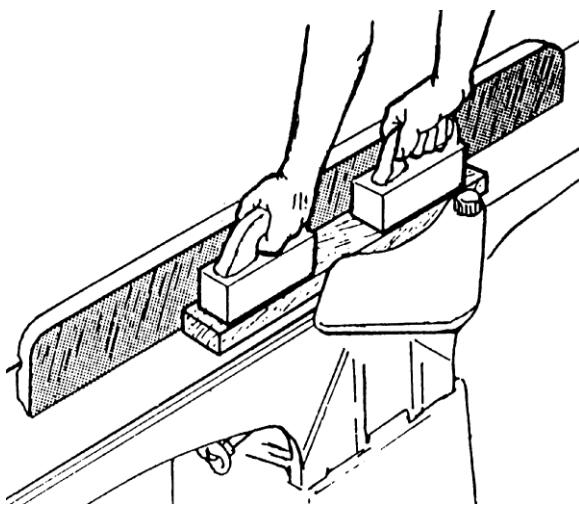

Рисунок 37
- При длине заготовки более 300 мм используйте два толкателя (рисунок 37).